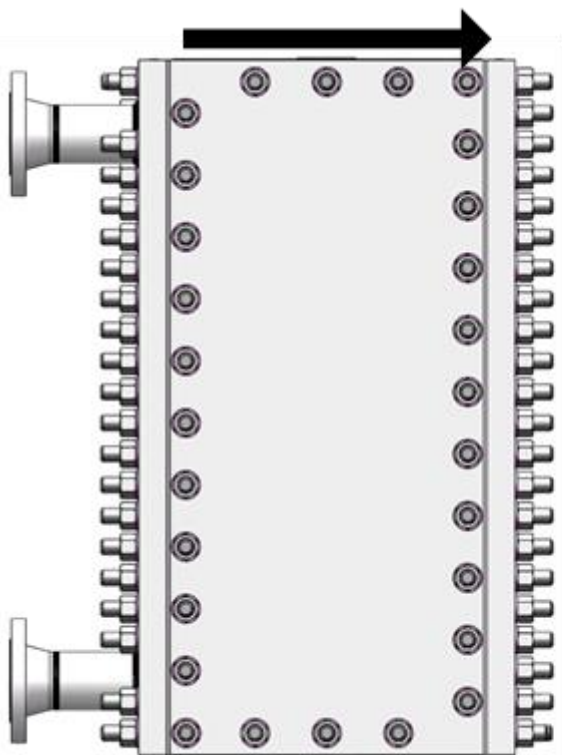

Figure 17
- Pré-serrer tous les écrous en décrivant un cercle au-dessus de l'échangeur avec une clé à chocs (figure 17 & 18).